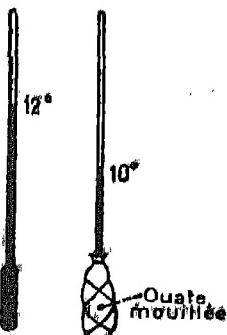

Fig. 4. — Bâtonnets de coton trempés ; elle vous prouvera que l'évaporation produit du froid.
b) La peau régularise la température du corps. — Quand il fait chaud, elle rougit et transpire. L'évaporation de la sueur produit du froid (fig. 4).